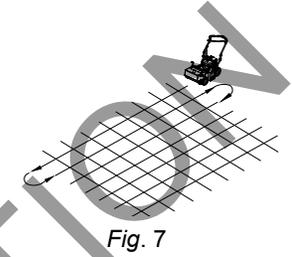

Fig. 7
- Per ottenere risultati migliori seminare in due passate con metà dose per applicazione, ad angolo retto o in senso trasversale. (Vedere Fig 7 e 8)
**TAGLIO / SEMINA:** Prima di cominciare, tagliare l'erba ad un'altezza inferiore al solito (ad es., all'incirca 2" per la festuca). Per risultati migliori, tagliare e seminare in senso trasversale (Vedere Fig. 7 e 8).